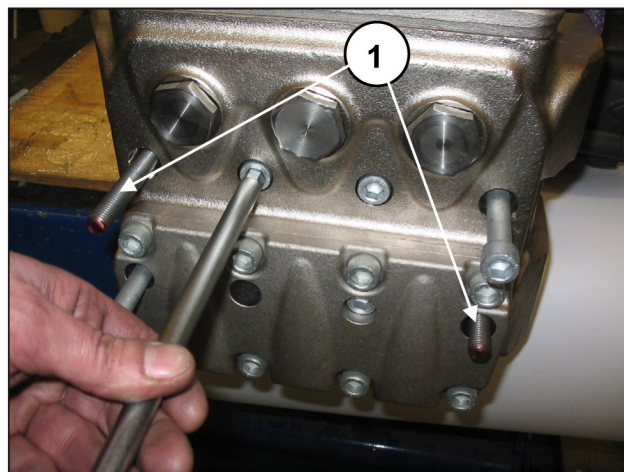

Fig. 42
- Solte os dois parafusos externos de fixação do cabeçote M12x160, substituindo-os com duas barras rosqueadas M12 (Fig. 42, pos. ①), para evitar o dano dos pistões e, em seguida, proceda com a remoção dos parafusos restantes.